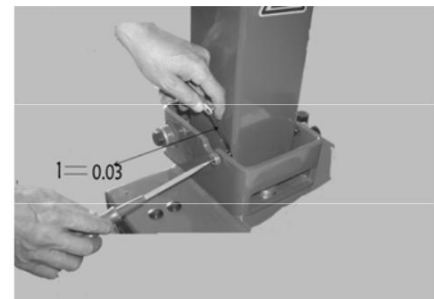

図 14A
3.2.5.3 柱の両側にある、セットスクリューとナットのナットを緩めて、セットスクリューを調整します。スクリュー頭部と柱のサイドパネル間のクリアランスを 0.03mm (図 14A)に調整してからナットを締めます。